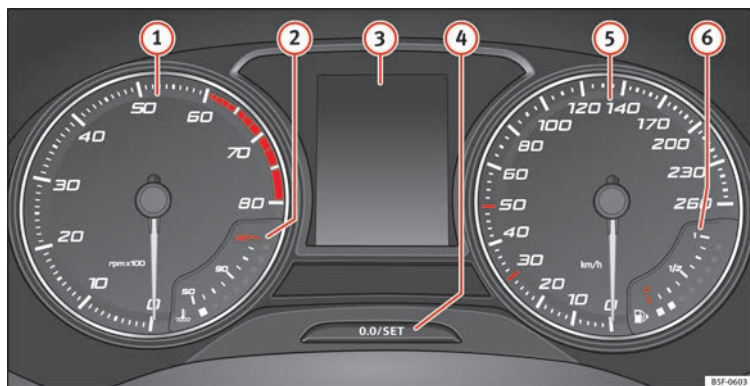

Fig. 120 Quadro strumenti nel cruscotto.
Spiegazioni sugli strumenti » fig. 120:
Il contagiri indica il numero di giri del motore al minuto » **fig. 120 ①**.
① ATTENZIONE
La lancetta del contagiri ① » **fig. 120** dovrebbe rimanere il meno possibile nel settore rosso, altrimenti si rischia di danneggiare il motore.
All'accensione del quadro strumenti, sul display » **fig. 120 ③** vengono visualizzate informazioni differenti, a seconda dell'equipaggiamento del veicolo:
- Premere brevemente il pulsante **» fig. 120 ④** per riportare il contachilometri parziale a 0.
- Mantenendo premuto il pulsante **④** per circa 3 secondi verrà visualizzato il valore precedente.
- Per regolare l'orologio, mantenere premuto il pulsante **» fig. 120 ④** per più di 3 secondi per selezionare l'indicatore delle ore o dei minuti.
- Per proseguire con la regolazione, premere la parte superiore o inferiore del pulsante **④**. Per far scorrere i numeri rapidamente, mantenere premuto il tasto.
- Premere nuovamente il pulsante **④** per concludere la regolazione dell'orologio.
Mantenere premuto il pulsante **» fig. 120 ④** per più di 15 secondi per visualizzare le lettere distintive del motore (MKB) del veicolo. A tal fine, l'accensione deve essere inserita e il motore spento.
L'indicatore della temperatura del liquido di raffreddamento (**2** » **fig. 120**) funziona solo a quadro strumenti acceso. Per evitare danni al motore si raccomanda di seguire i consigli riportati qui di seguito.